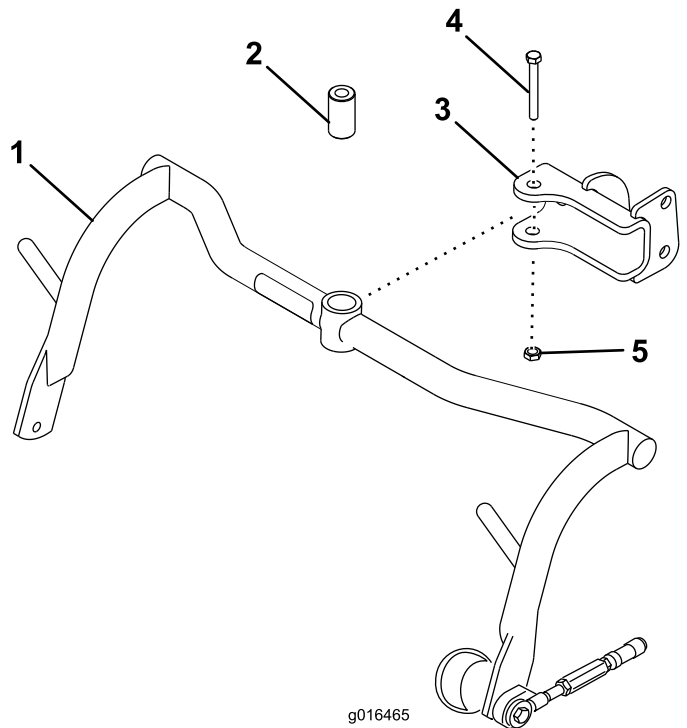

Bild 8
1. Befestigen Sie einen Trägerrahmen mit einem Distanzstück, einer Schraube (1/2" x 3-1/4") und einer Sicherungsmutter (1/2") an jeder Lastöse (Bild 8). Ziehen Sie sie auf 91-113 N-m an.